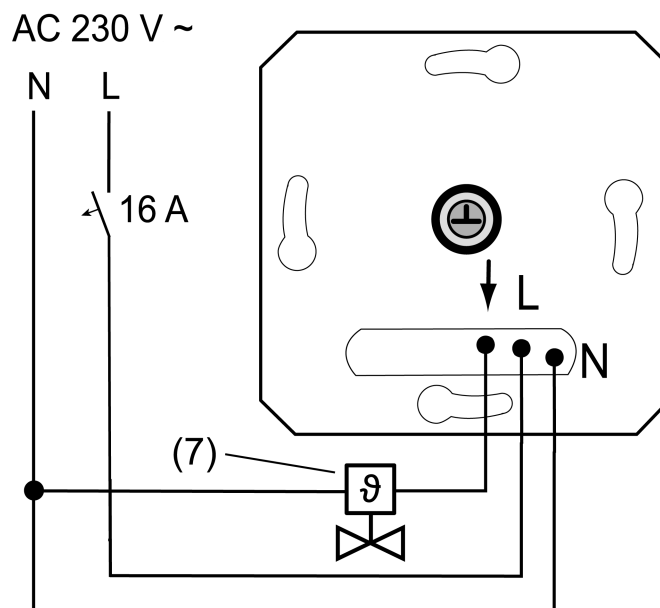
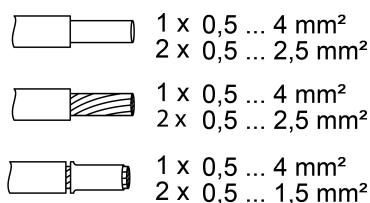

рисунок 2: Пример подключения вставки
рисунок 3: Сечение провода под клемму
- Подключите электротермический сервопривод (7) к вставке (1) согласно монтажной схеме (рисунок 2). Соблюдайте сечение проводов (рисунок 3).